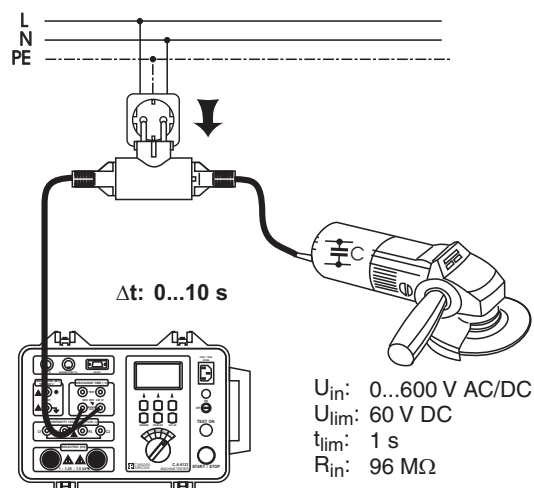

**Fig.21. Información básica en función Δt**
1. Ajustar el interruptor giratorio a la posición Dt (tiempo de descarga); se visualiza la información de acuerdo con la fig. 21.